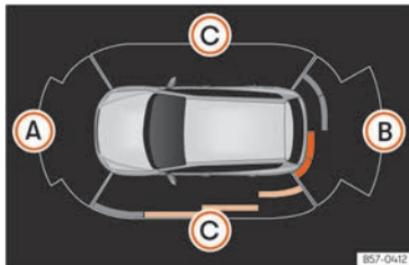

Fig. 201 Visualização do auxiliar de estacionamento no ecrã do sistema Infotainment.
Os para-choques têm sensores integrados. Quando detetam um obstáculo, indicam-no através de sinais sonoros e no sistema Infotainment »» **Fig. 201**.
No caso de avaria de algum sensor traseiro, serão apenas apresentados os obstáculos na área (A) » Fig. 201. No caso de avaria de algum sensor dianteiro, serão apenas apresentados os obstáculos na área (B). Apresenta-se o símbolo